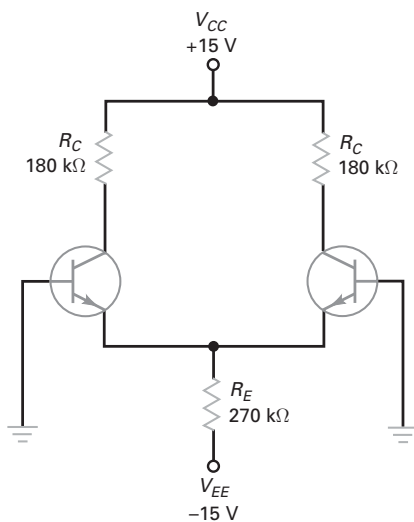

Figura 15-33
- 15-1** Quais são as correntes e tensões ideais na Figura 15-33?